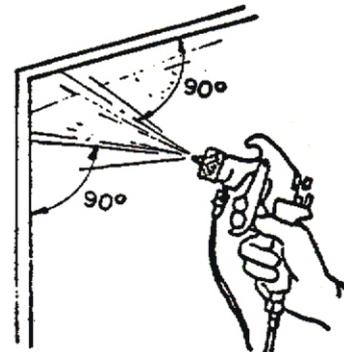

Fig. 2
- d Pulverize uma pequena área, regulando a largura do leque (fig. 2).